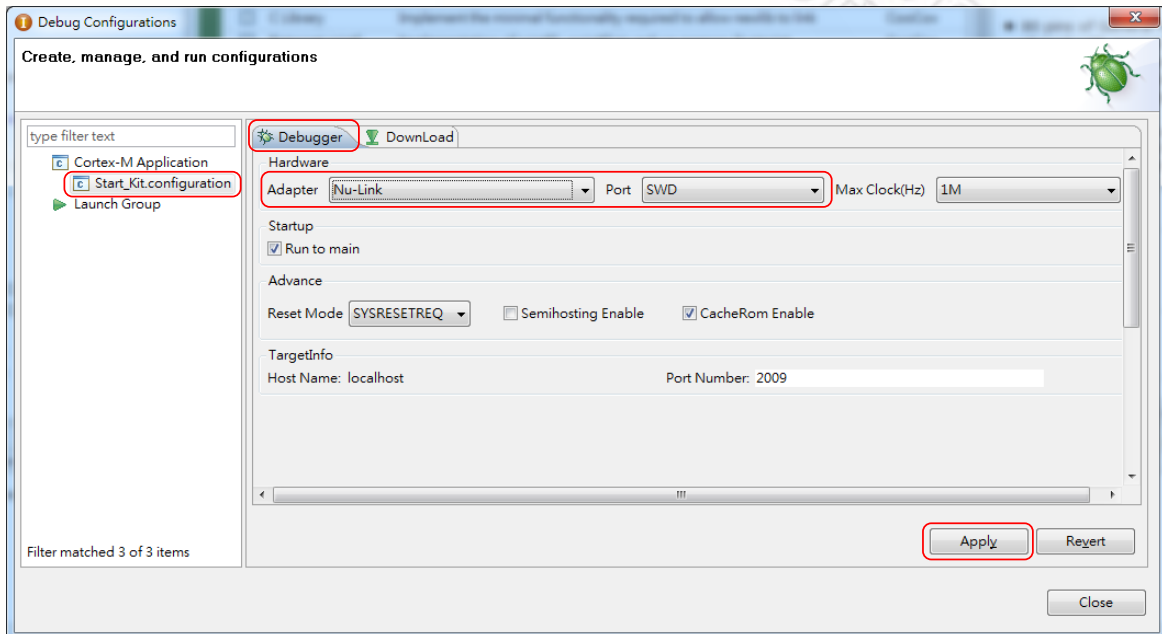

Figure 4-20 在 CooCox CoIDE 中指定 Debugger 选项
Step 3: 在 “*Debug Configurations*” 界面的 “**Debugger**” 页 (通过调用 **Debug** → **Debug Configurations**), 选择 “**Nu-Link**” 这个 Adapter, 选择 “**SWD**” 这个 Port, 然后点击 **Apply** 保存设置, 参见 Figure 4-20。